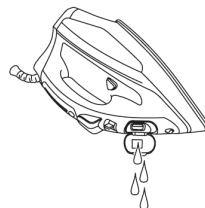

Рис. 7
- Gießen Sie Restwasser aus dem Behälter (10) vor der Aufbewahrung des Bügeleisens ab und reinigen Sie das Bügeleisen (Abb. 7).